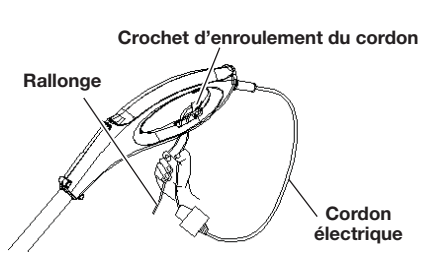

Fig. 9
- Branchez la prise du cordon électrique sur la rallonge (Fig. 9).
- Faites une boucle étroite avec la rallonge et enfiler la boucle dans l'orifice du crochet d'enroulement du cordon (Fig. 9).
- Débranchez la prise du cordon électrique de la rallonge (Fig. 9).